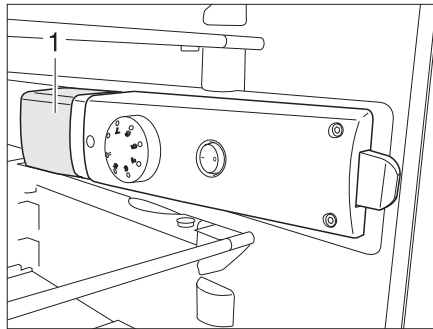

Bild 282 Kühlschranksleuchte
- Von hinten unter die Leuchtenabdeckung (Bild 282,1) fassen und Leuchtenabdeckung ca. 3 mm anheben.